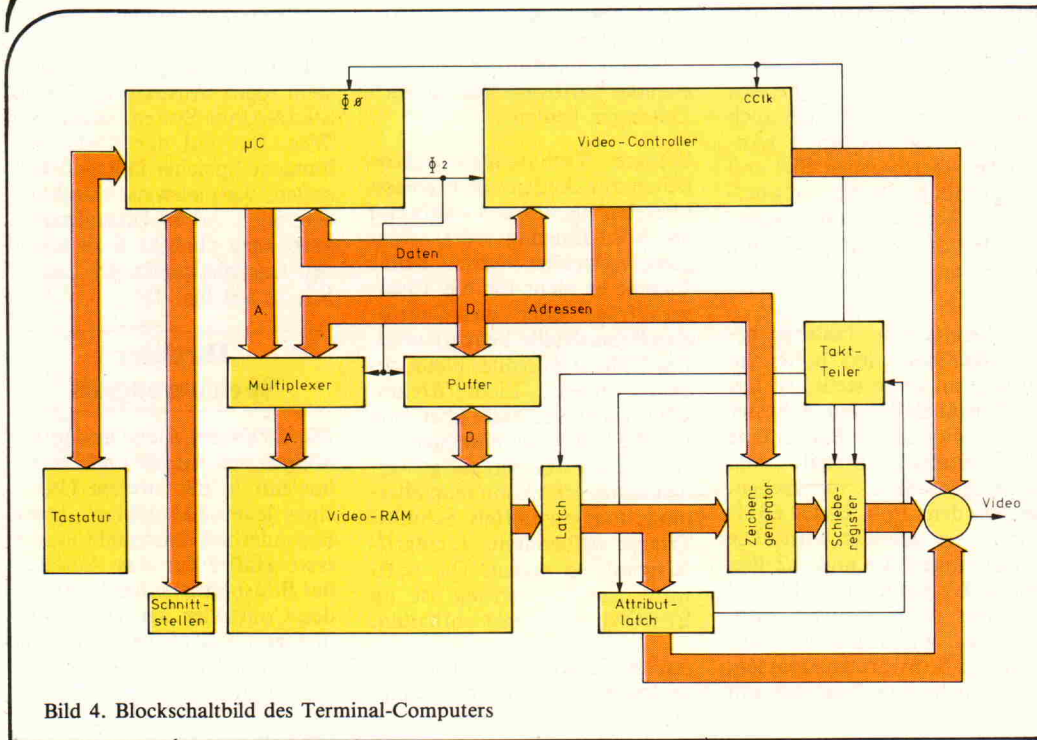

Bild 4. Blockschaltbild des Terminal-Computers
Im Blockschaltbild (Bild 4) wird das deutlich: Der Prozessortakt ist aus dem Bildtakt abgeleitet; er entspricht der Zeichenfrequenz (Charakter Clock). CPU und Video-Controller arbeiten also synchron. Das Prozessorsignal $\phi 2$, das während der Zeit des Zugriffs auf den Bus log. 1 führt, steuert eine Gruppe von Multiplexer-Bausteinen (ICs 12... 14). Diese schalten um zwischen den vom Controller und den von der CPU erzeugten Adressen. Die vom Video-RAM bereitgestellten Daten werden in IC 16 zwischengespeichert, soweit sie zur Adressierung des Zeichengenerators dienen. IC 15 regelt den Zugriff des 6511 auf den Bildspeicher-Datenbus; das Enable-Signal wird durch Verknüpfung des Selektionssignals CSV mit $\phi 2$ gebildet. Eine weitere Verknüpfung mit dem R/W-Signal des Prozessors ermöglicht die Datenrichtungs-Umschaltung des bidirektionalen Puffers und ergibt zugleich das Schreibsignal (WE) für die RAM-Bausteine.